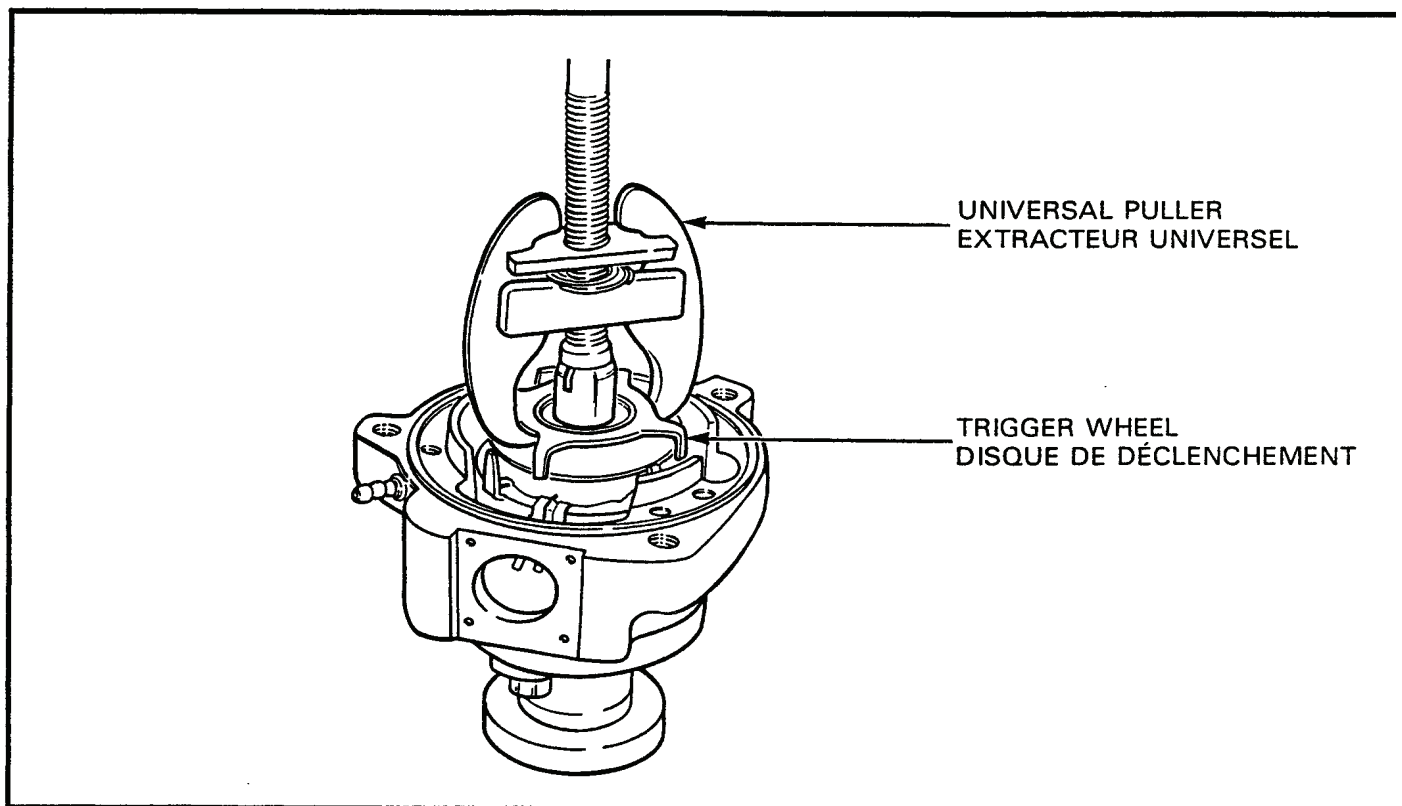

Figure 2-5-13 Removal of Distributor Trigger Wheel
- h. Using a universal puller, remove the trigger wheel from the distributor shaft, see Figure 2-5-13. Do not loose the small dowel pin located above the wheel.
- h. Au moyen d'un extracteur universel, enlever le disque de déclenchement de l'arbre du distributeur, voir figure 2-5-13. Ne pas perdre la petite cheville de positionnement située au-dessus du disque.